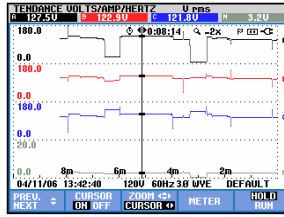

Figure 19-5. Tendance, curseur activé
- Appuyez sur F2 pour activer le curseur. À l'aide des flèches gauche et droite, déplacez le curseur horizontalement le long des tendances. La valeur des tendances au curseur s'affiche alors dans l'en-tête de l'écran comme illustré à la figure 19.5. Notez que la mise à jour de l'écran s'arrête à ce moment (mais l'enregistrement de données se poursuit). En mode Tendance, vous pouvez enregistrer jusqu'à six écrans et en affichez un à la fois. Le déplacement du curseur vers l'extrême gauche ou l'extrême droite permet de faire défiler l'affichage.